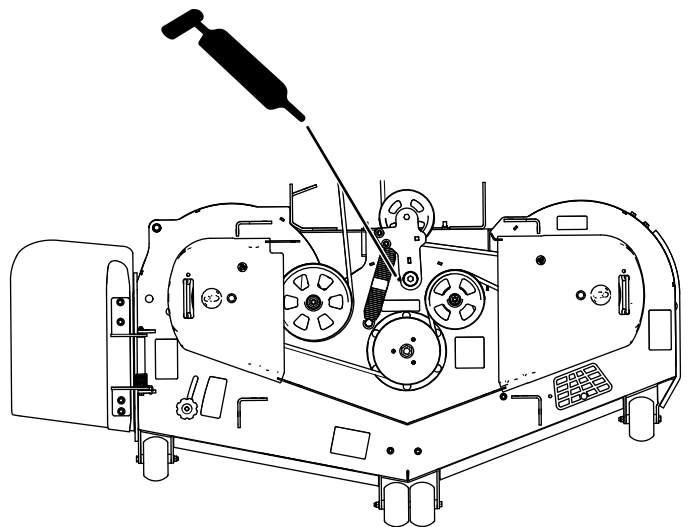
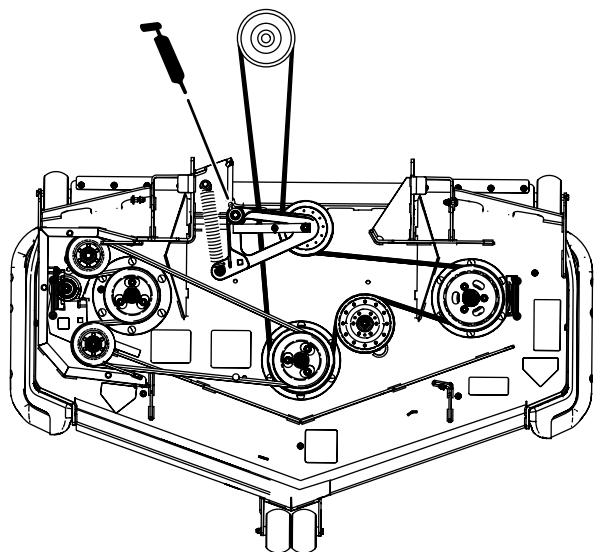

Figure 50
Figure 51
4. Graissez le pivot de la poulie de tension du tablier de coupe jusqu'à ce que la graisse ressorte par le bas (Figure 50 ou Figure 51).